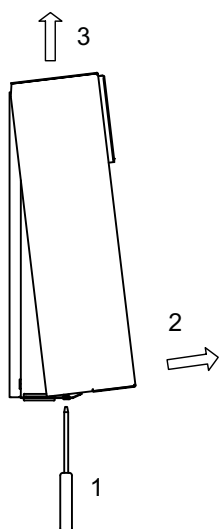

Fig. 3.2: Apertura del coperchio
- Aprire il coperchio del regolatore (Fig. 3.2 a pag. 4).